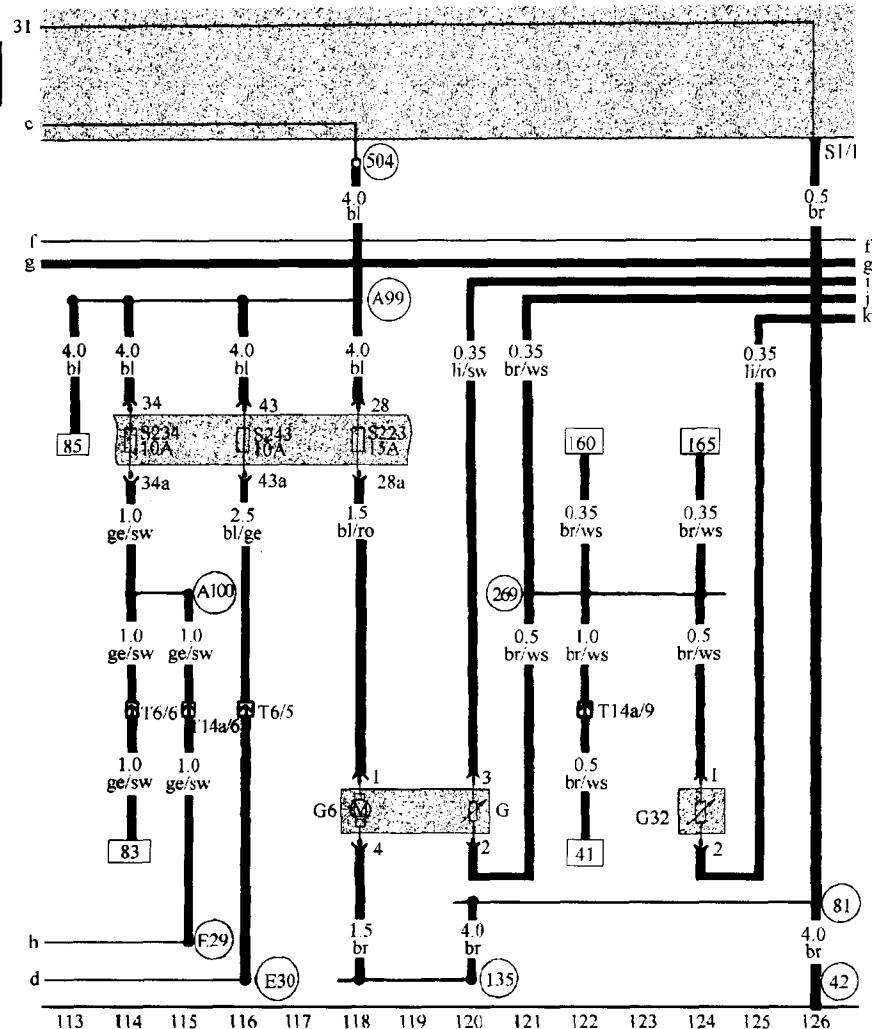

图 1-6 燃油泵电路图
(6) 燃油泵,燃油表传感器,冷却液不足传感器(如图 1-6 所示)